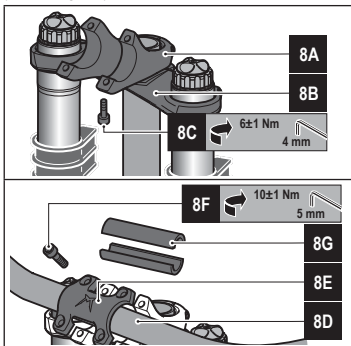

Figure 8 - Installation du support du cintre
- Installez le segment de montage supérieur du support du cintre sur le té de direction supérieur (voir **8A et 8B - Figure 8**).
- Bloquez le segment de montage inférieur du support sur le té de direction supérieur en serrant les vis au couple de serrage prévu (6 ± 1 Nm) avec une clé Allen de 4 mm (voir **8C - Figure 8**).
- Installez le cintre en le centrant dans le segment de montage inférieur du support (voir **8D - Figure 8**).
- Installez le segment de montage supérieur du support sur le cintre (voir **8E - Figure 8**).
- Bloquez le cintre en serrant les vis au couple prévu (6 ± 1 Nm) avec une clé Allen de 4 mm (voir **8F - Figure 8**).
Pour l'installation de cintres au diamètre différent, il est possible d'installer des « réductions » autour du cintre (entre le cintre et les deux segments de montage) pour maintenir celui-ci en position (voir **8G - Figure 8**).